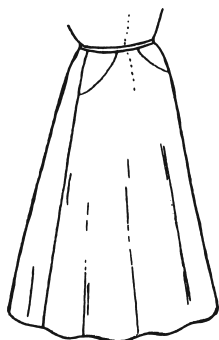

Рис. 348
1. На базовом лекале выполните юбку желаемого расширения (заданное рис. 348 выполнять не требуется).